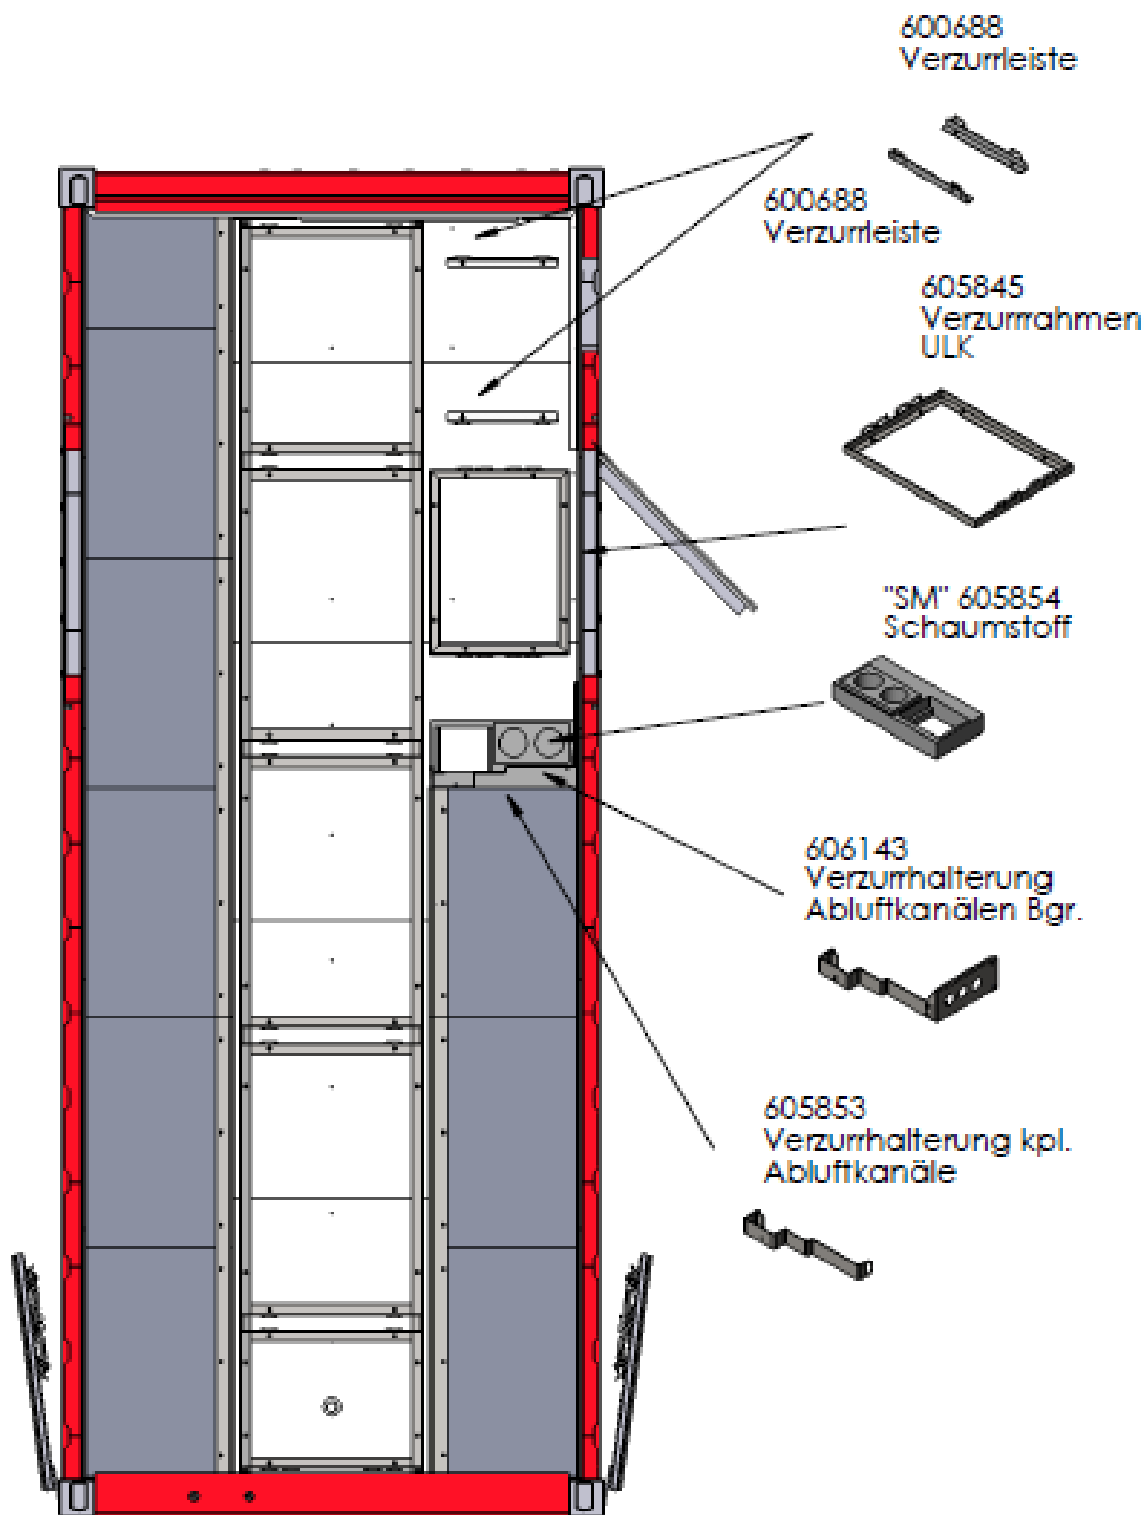

Abb. 17: Verzurrhalterungen und Verzurrprofile im Bereich der Seitentüre
- ♦ Montieren Sie die beiden Verzurrleisten Art. Nr. 600688 (siehe Abb. 17:).
- ◆ Montieren Sie den Verzurrahmen (siehe Abb. 17:).